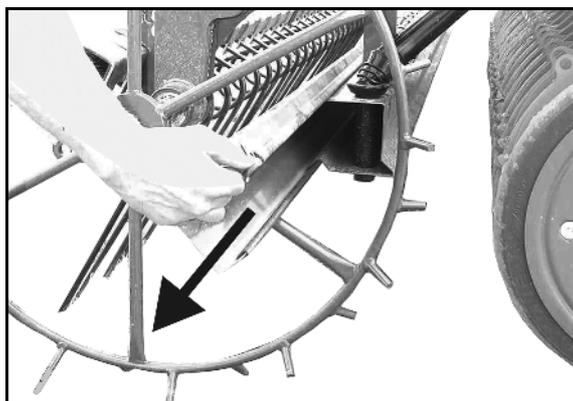

Fig. 35
- o Remplacez la manivelle et les augets d'étalonnage en position de transport (Fig. 35 / Fig. 38).